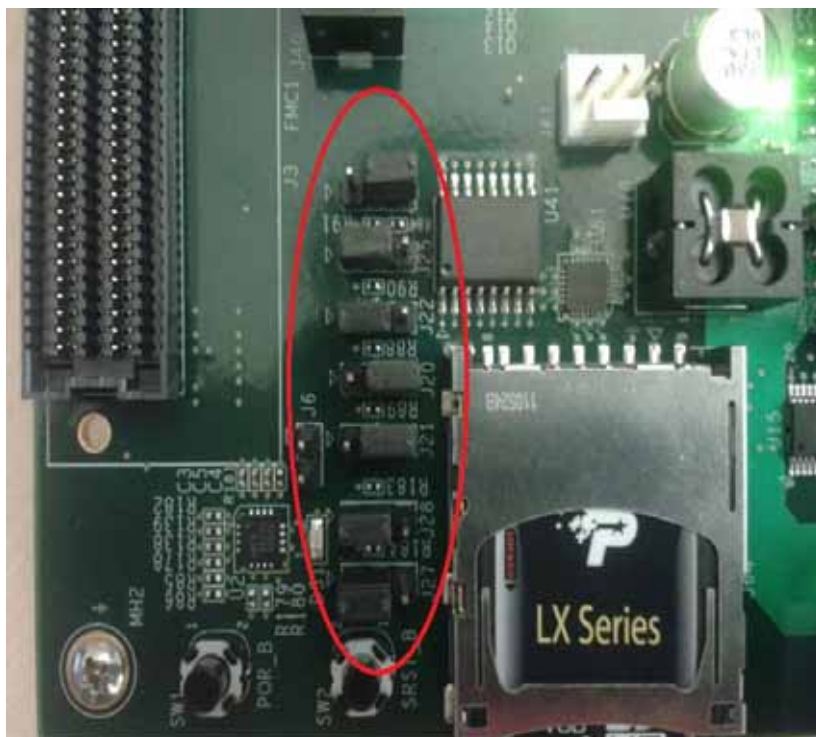

図 5-5: SD カードから Linux をブートする際のジャンパーの設定
1. ジャンパー (J20、J21、J22、J25、J26、J27、および J28) を図 5-5 のように設定します。